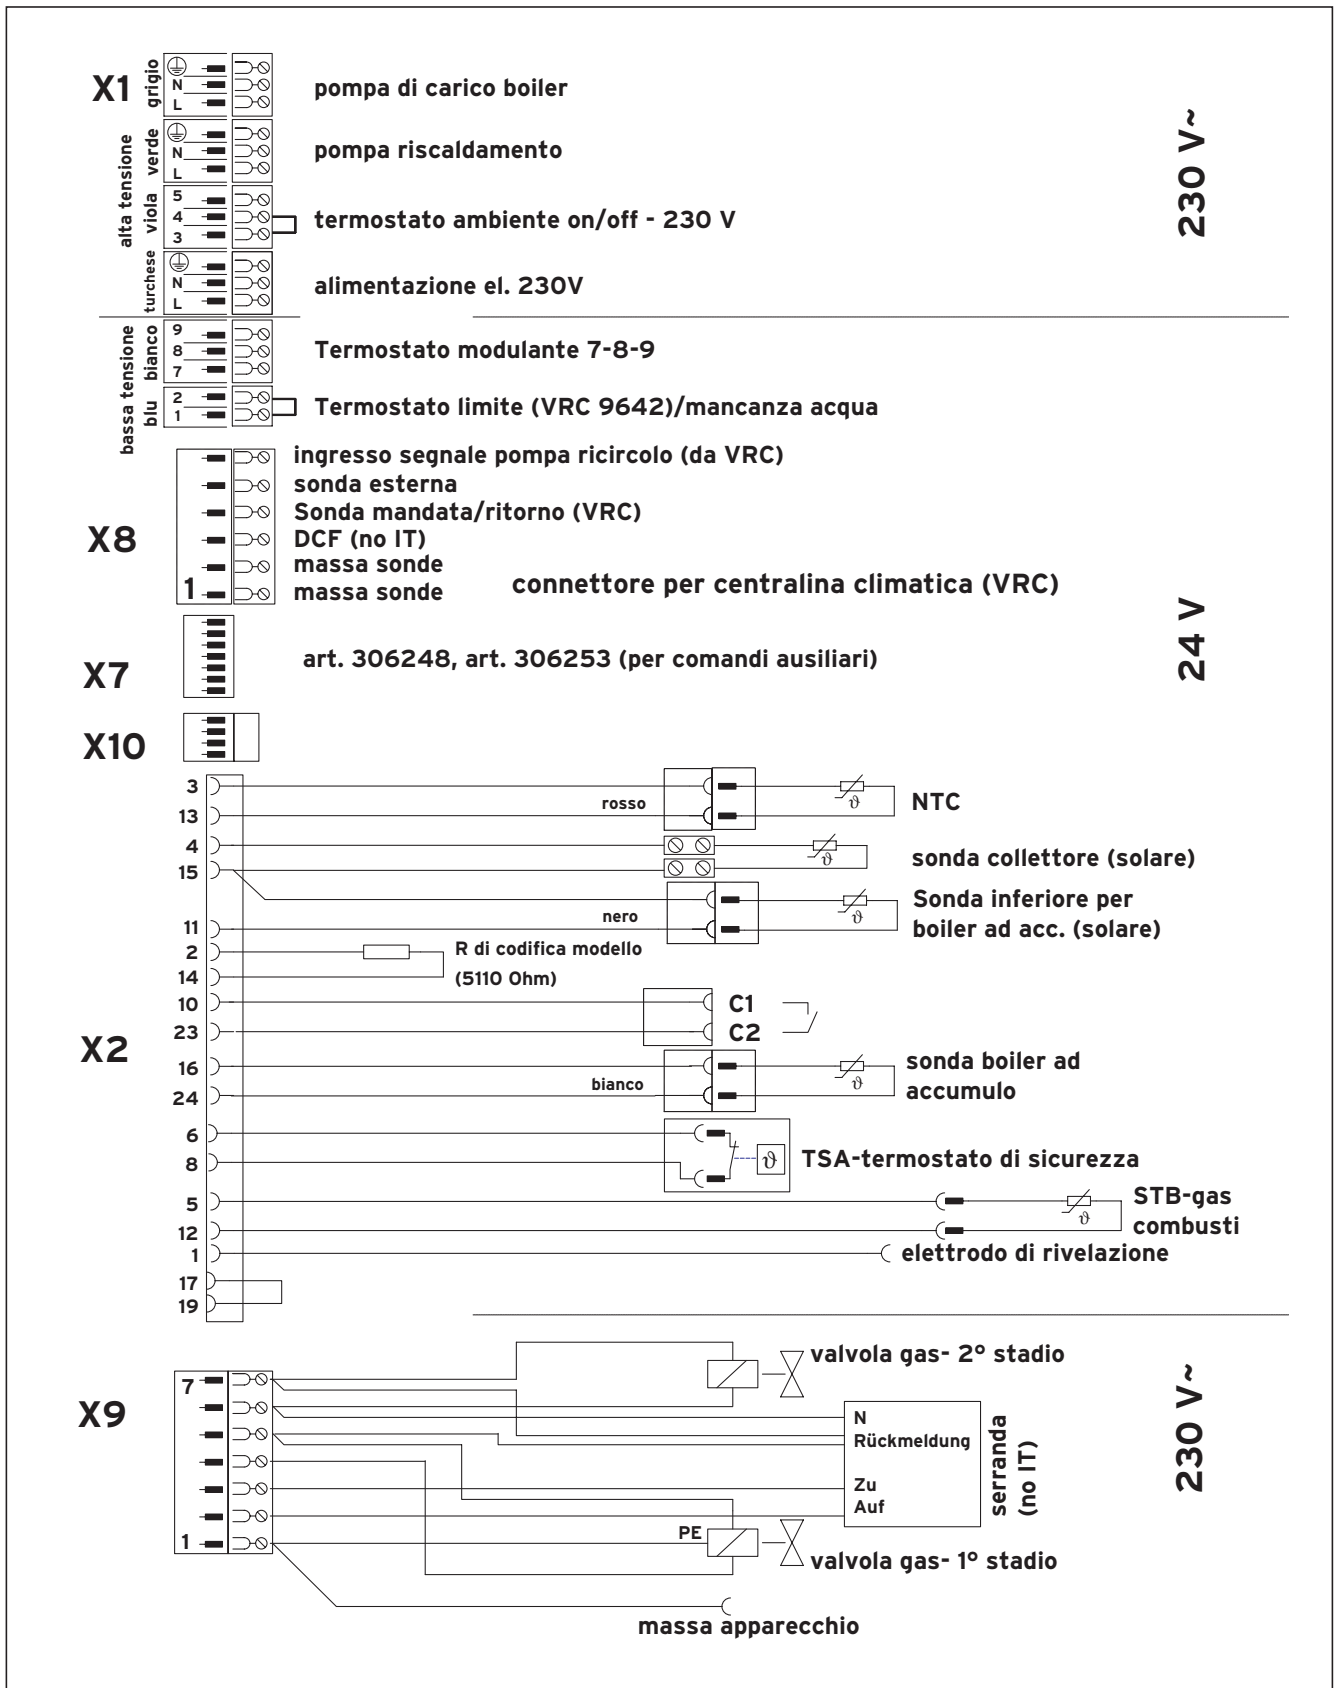

Fig. 4.5 Collegamenti elettrici dell'atmoVIT esclusiv
- Collegare la protezione contro mancanza d'acqua a potenziale zero al "termostato limite" (Pro E) (Fig. 4.5).